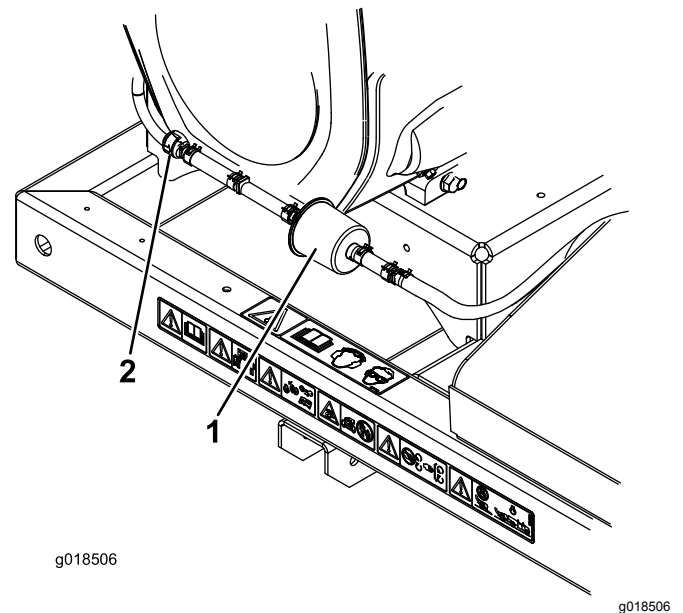

Figura 20
2. Aleje del filtro las abrazaderas de muelle de ambos lados del filtro del tubo de purga del cartucho de carbón (Figura 20).
3. Retire y deseche el filtro de carbón (Figura 20).
4. Instale un filtro nuevo en el tubo con la flecha del filtro apuntando hacia la válvula de retención, y sujételo con las abrazaderas (Figura 20).